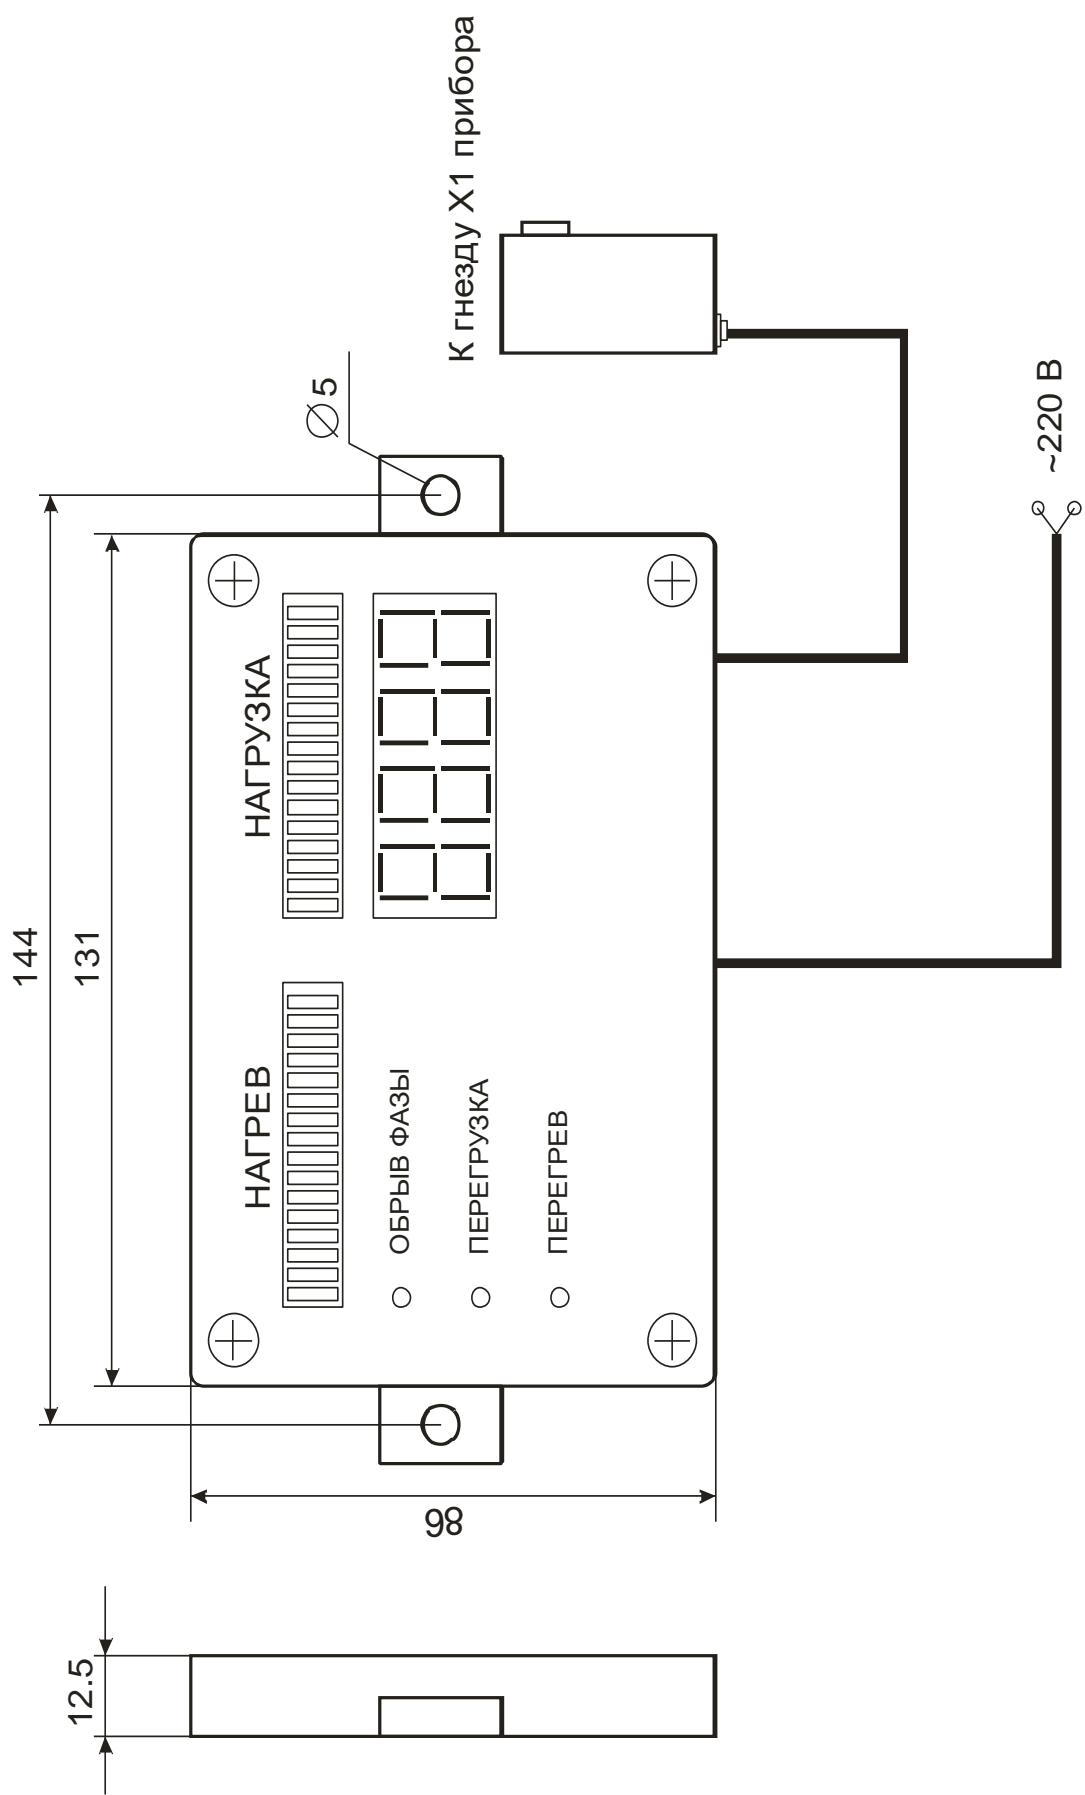

Рисунок 9 - Внешний вид панели индикации ИС
5.18 Панель индикации ИС (рис. 9) предназначена для стационарной установки на рабочем месте оператора для оперативного наблюдения за работой и состоянием контролируемого объекта.